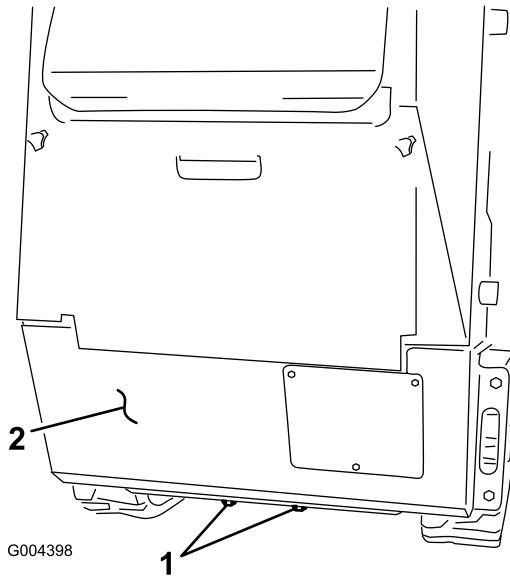

Figura 2
1. Controllate e serrate i 2 bulloni inferiori che fissano il pannello posteriore inferiore al telaio (Figura 2).